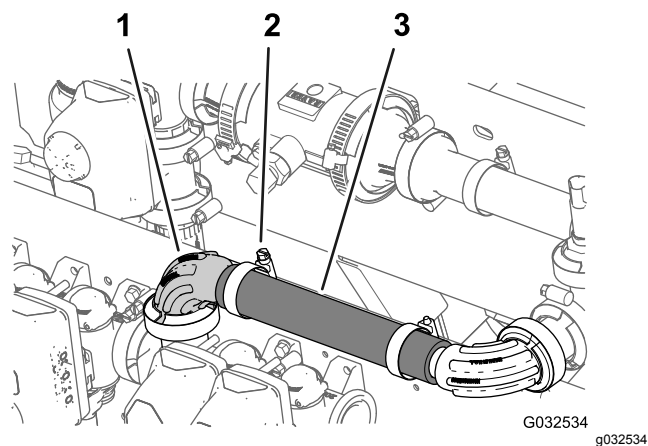

Figura 90
2. Fixe o tubo à união flangeada com uma braçadeira de tubos (Figura 90).
1. Monte o tubo (1 x 8-1/2 pol.) por cima da união flangeada de 90° (1 pol.), como se mostra na Figura 90.